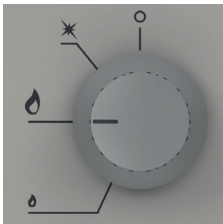

Bild 10. Einstellung des Drehknopfes bei der der Brenner mit voller Leistung funktioniert.
- Den Drehknopf (mit einer Bewegung gegen den Uhrzeigersinn) in die Position Vollflamme drehen (Bild 10), damit der Hauptbrenner angezündet wird (dieser wird durch den Pilotbrenner angezündet).